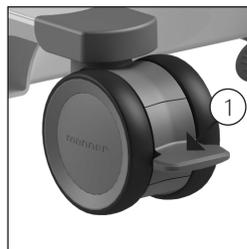

Figura 1 Attivare il bloccaggio delle ruote
- Il Lotus / Lotus compact / Lotus XL può essere bloccato premendo la leva del freno (1) sulla ruota (vedere figura 1).